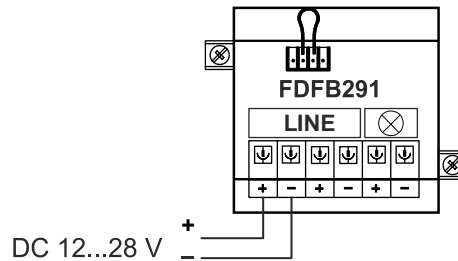

Fig. 1
1. Connect base to a DC 12...28 V source of voltage, e.g. a battery, according to connection diagram (Fig. 1).
1. Verbinden Sie den Sockel gemäß Anschlussschema (Fig. 1) mit einer Gleichspannungsquelle von DC 12...28 V, z. B. einer Batterie.
1. Raccordez l'embase suivant le schéma de raccordement (fig. 1) à une source d'alimentation en tension continue DC 12...28 V, p. ex. une batterie.
1. De acuerdo con el diagrama de conexión (Fig. 1), conecte el zócalo a una fuente de tensión continua de DC 12...28 V, p. ej. a una batería.
1. Collegare la base in base allo schema di collegamento (Fig. 1) con una fonte di tensione continua di CC 12...28 V, ad es. una batteria.